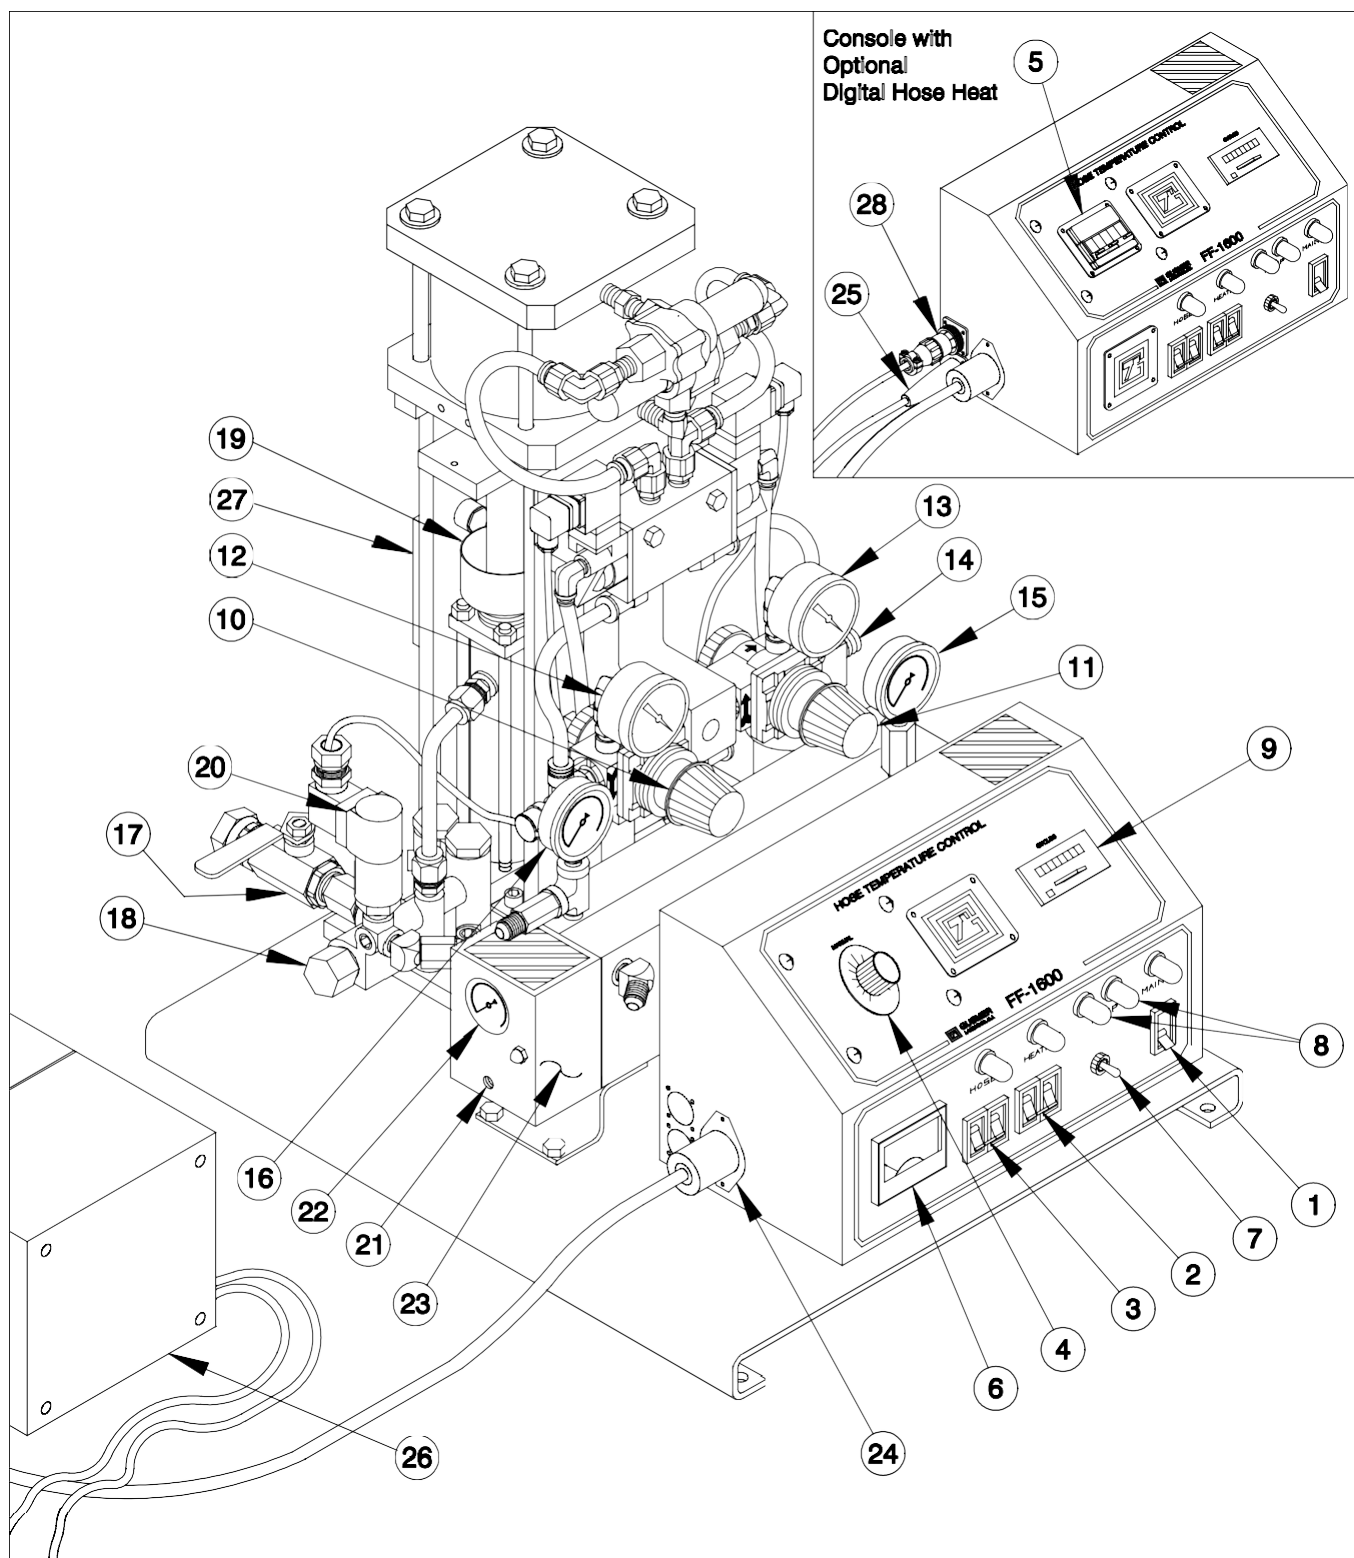

Figura 1. Unidad dosificadora modelo FF-1600
5. **SELECTOR DIGITAL DE TEMPERATURA DE LA MANGUERA (ver Figura 1 en el recuadro)** - Controla la temperatura mantenida por el calentador de manguera; ajusta el selector a la temperatura deseada. A partir de ahí, el control de temperatura es completamente automático.